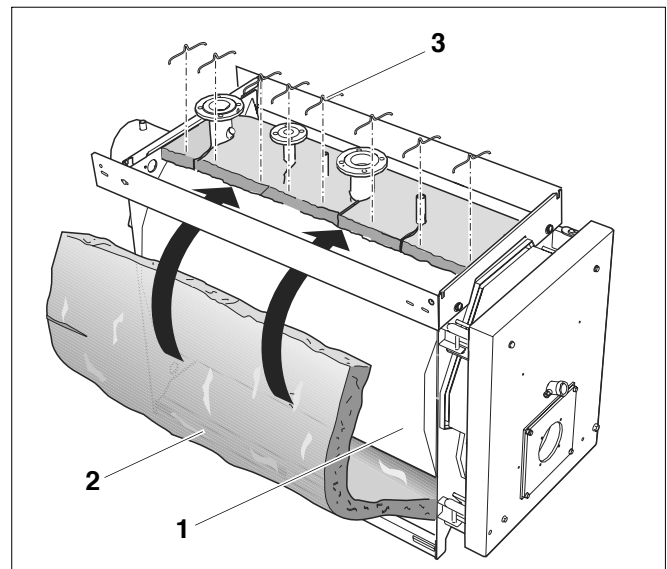

Fig. 19 Montarea izolației termice a corpului cazanului dintr-o singură bucată
- Se împinge izolația termică a corpului cazanului (fig. 19, **poz. 2**) sub corpul acestuia (fig. 19, **poz. 1**).
- Se plasează izolația termică a corpului cazanului (fig. 19, **poz. 2**) în jurul corpului acestuia (fig. 19, **poz. 1**).
- Dacă este nevoie, se vor finisa deschizăturile izolației termice a corpului cazanului (fig. 19, **poz. 2**).
- Se asigură izolația termică a corpului cazanului (fig. 19, **poz. 2**) cu ajutorul clemelor (fig. 19, **poz. 3**), așa cum este prezentat în fig. 19.